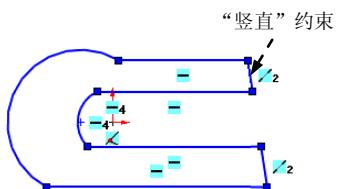
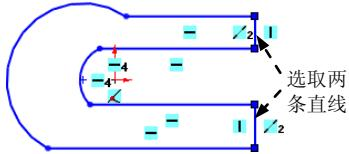

图 4.13.11 添加“竖直”约束
图 4.13.12 选取两条直线
Step4. 添加如图 4.13.11 所示的“竖直”约束。按住 Ctrl 键，选取如图 4.13.12 所示的两条直线，系统弹出“属性”对话框，在**添加几何关系**区域中单击**[] 竖直(V)**按钮。